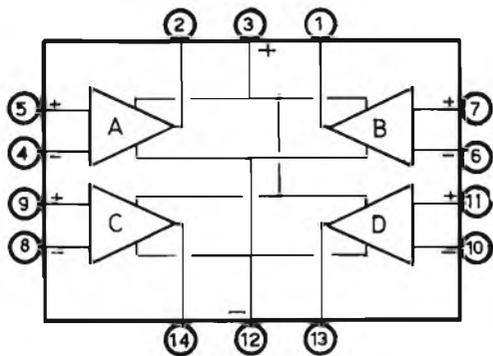

Figura 2 - Schema a blocchi delle quattro unità indipendenti, che costituiscono il circuito integrato IC2.
La figura 2 rappresenta in forma semplificata questa unità integrata che fa parte del dispositivo: come si può osservare, il circuito integrato comporta complessivamente quattro unità, contrassegnate con le lettere A, B, C, e D. Ciascuna di esse presenta un terminale di ingresso non invertente (ad esempio il terminale numero 5 per la sezione A), un terminale invertente (il terminale 4 per la sezione A), un terminale di uscita (2, sempre per la sezione A), nonché due terminali, per l'alimentazione positiva (3) e quella negativa (12).
La sezione di IC2 contrassegnata dalla lettera C in figura 2 funziona come comparatore, ed accoglie la tensione continua che si presenta ai capi di C14, confrontandola con la tensione di riferimento di circa 100 mV , prodotta tramite R17, R14 e C9.